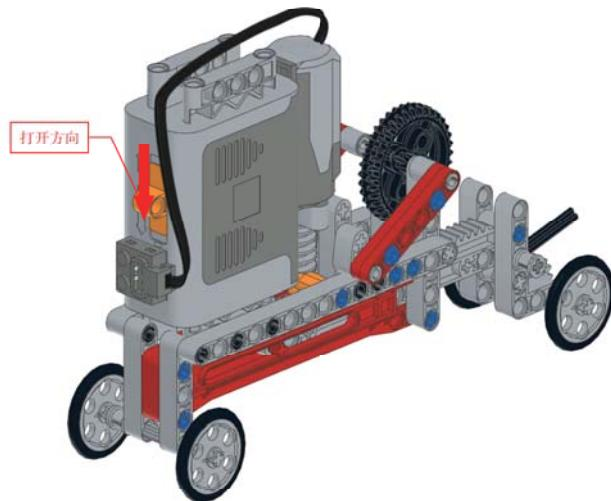

图 2-10 开关的打开方向
**特别提醒：**由于伸缩车的结构决定了它的红色曲柄必须顺时针旋转，所以其马达必须逆时针转动才能正常运动。在运行时，务必将电源开关向电源接口方向拨动，如图 2-10 所示，否则将会出现机构卡死、打齿等严重后果。